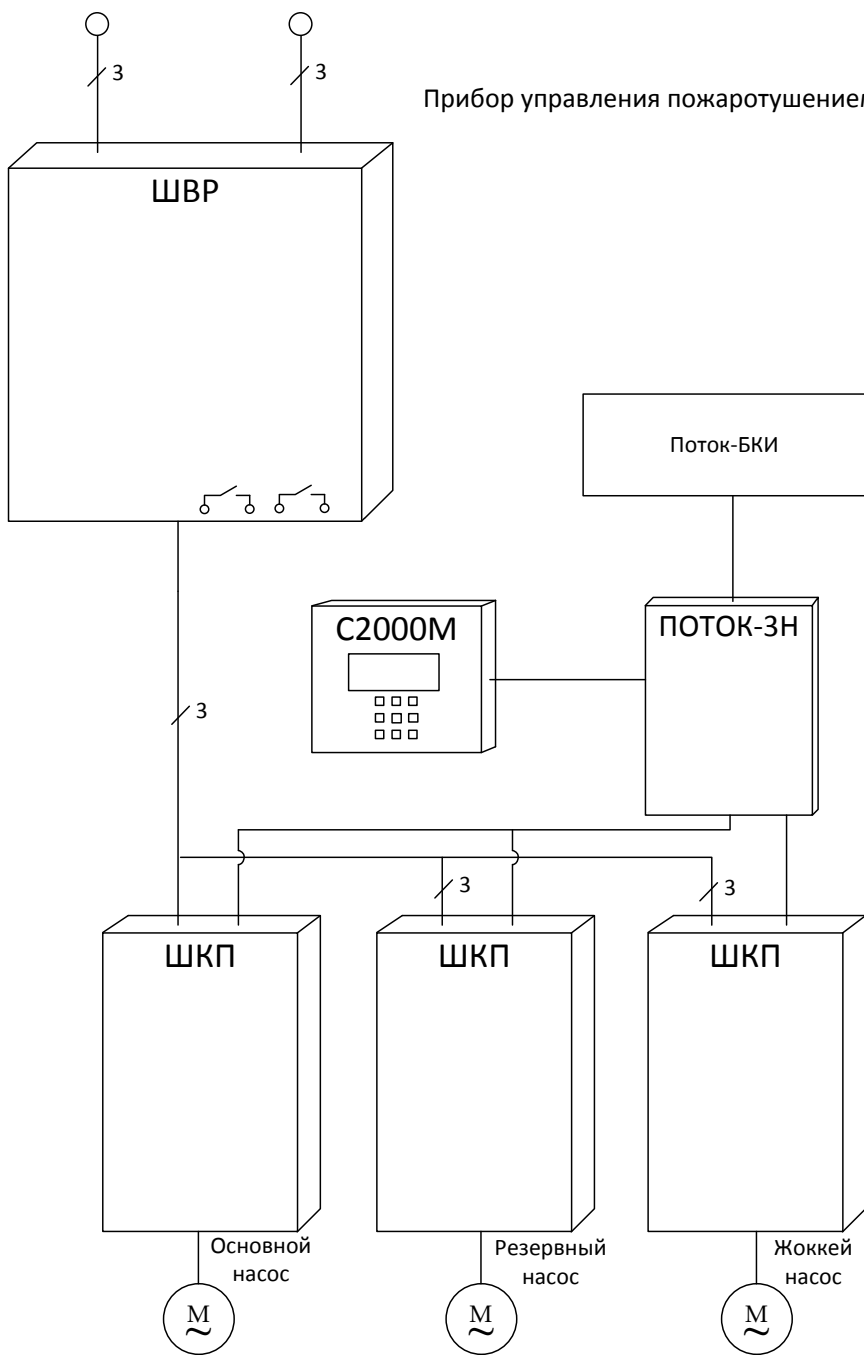

Рисунок 1. Схема питания ШКП в составе ППУ.
1.2.1 Питание ШКП и ППУ осуществляется от источника трёхфазной сети переменного тока 380 В. через шкаф ввода резерва «ШВР-30» (см. рис. 1), который имеет два ввода. «ШВР-30» обеспечивает автоматическое переключение с основного ввода на резервный при пропадании на основном вводе, и обратно.
Программирование на вкл./работа выходов 13/14 (заводская установка: вкл.) см. Рис. 1